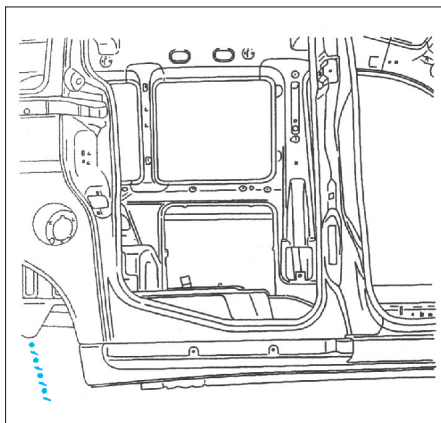

FIG. 74
- Appliquer un mastic à lisser au pinceau (Fig.74).